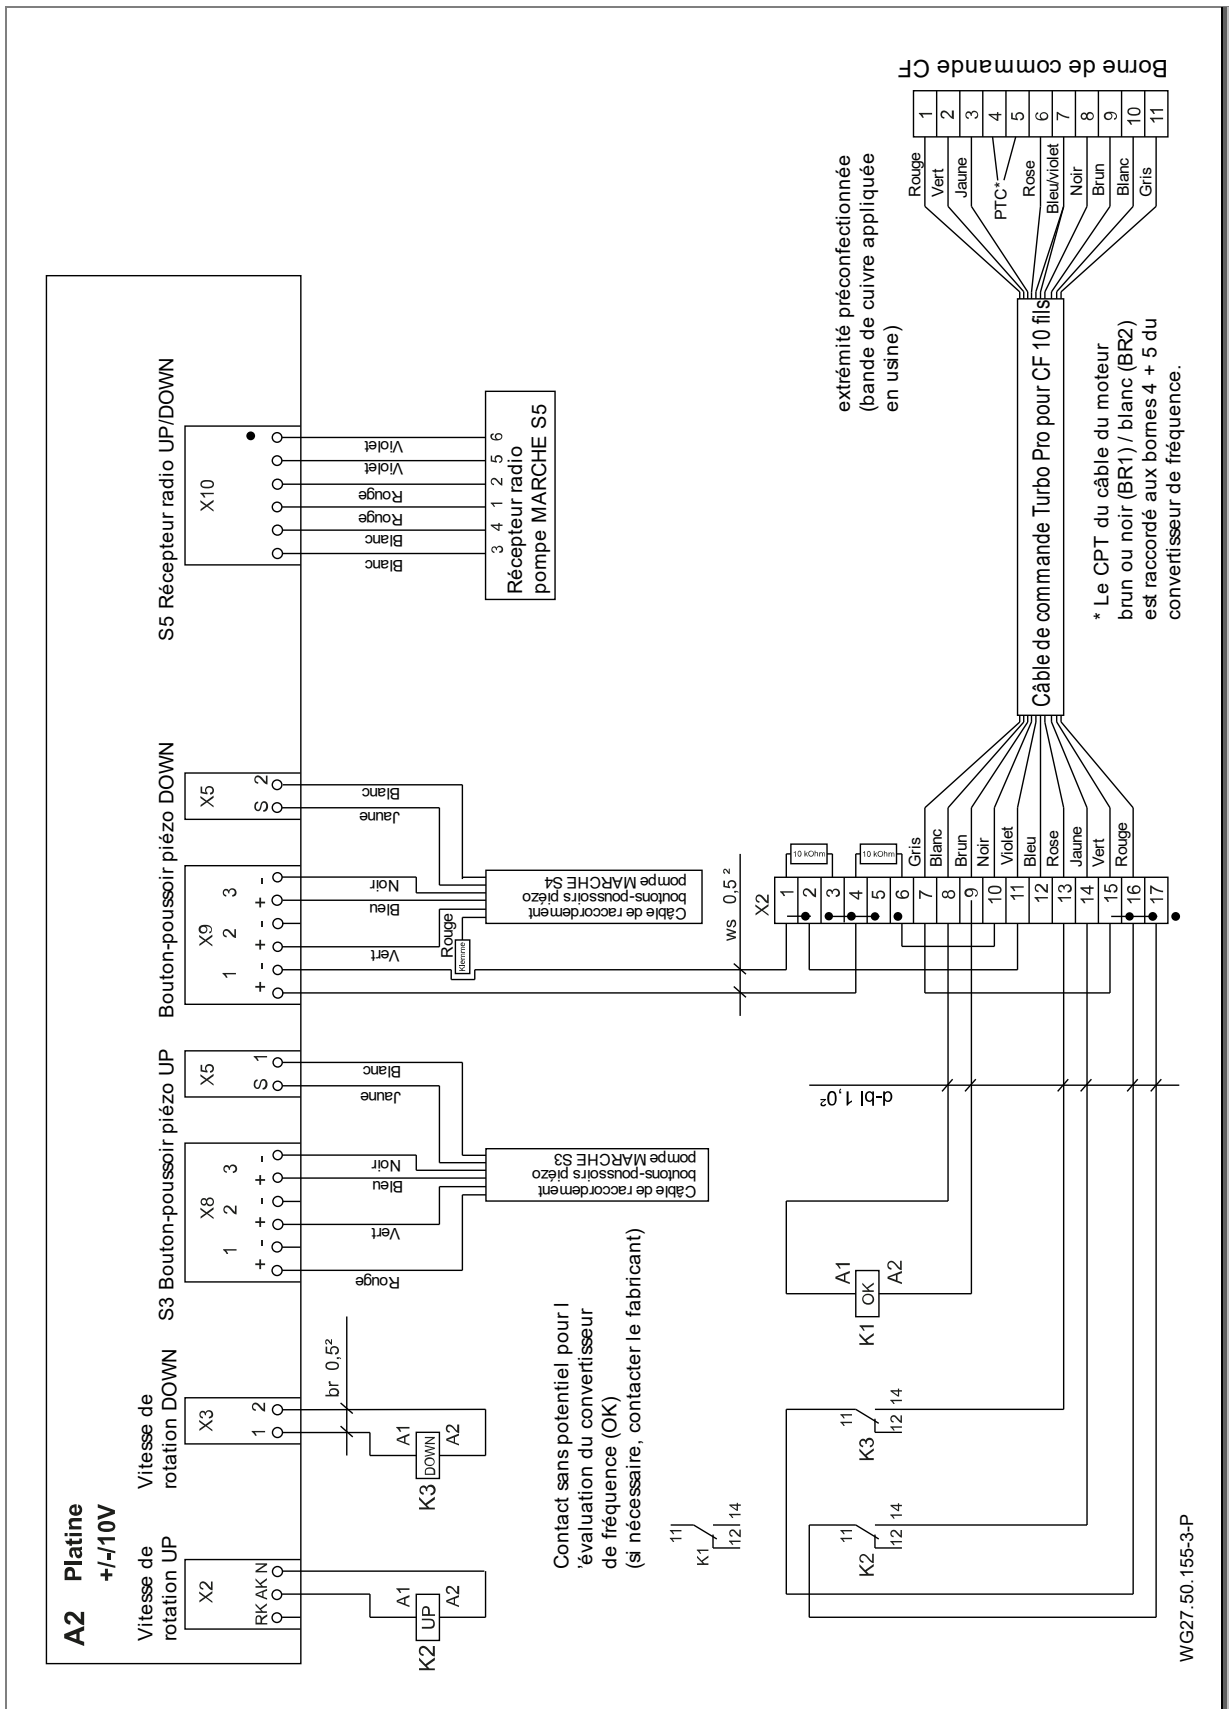

Fig. 20
14. Les fils pour la résistance CPT (brun ou noir (BR1) / blanc (BR2)) doivent être câblés conformément au schéma de connexions. Voir "Fig. 20", page 26